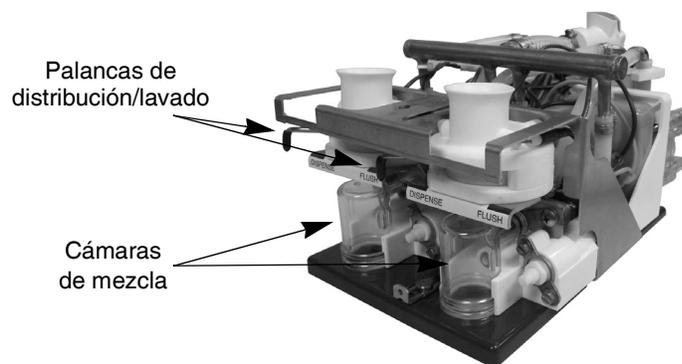

Figura 6. Conjunto de plataforma con palancas de distribución/lavado
1. Mueva todas las palancas de distribución/lavado (en el conjunto de plataforma del gabinete refrigerado) a la posición **Flush** (Lavar). Coloque un vaso vacío en la bandeja de goteo bajo cada boquilla dispensadora (Figura 6).